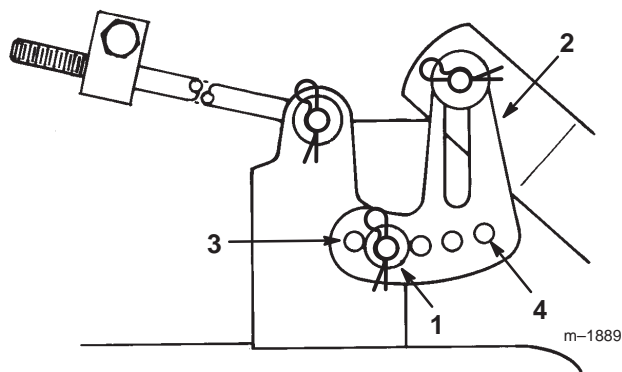

Figure 48
4. Enlevez la goupille fendue et la rondelle de l'une des pattes de mise à niveau (Fig. 48). Pour mettre les lames de niveau, fixez la patte de mise à niveau dans un autre trou à l'aide de la rondelle et de la goupille fendue (Fig. 48). Utilisez un trou plus en avant pour réduire la hauteur de ce côté, ou un trou plus en arrière pour l'augmenter. Répétez la procédure de l'autre côté de la tondeuse.